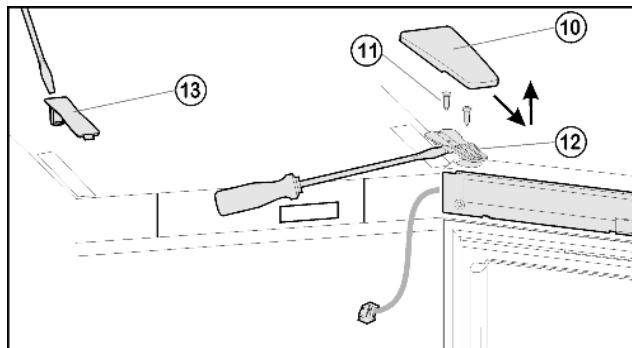
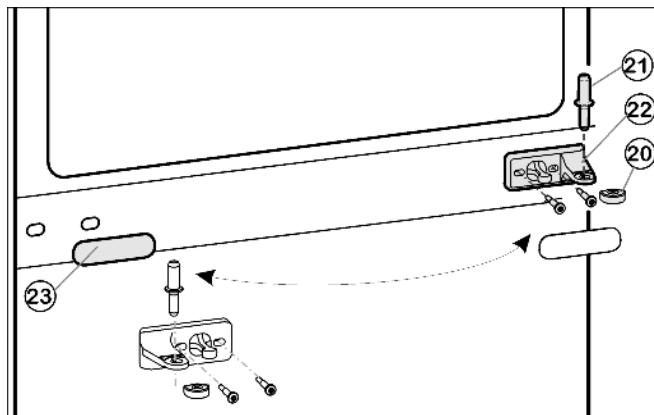
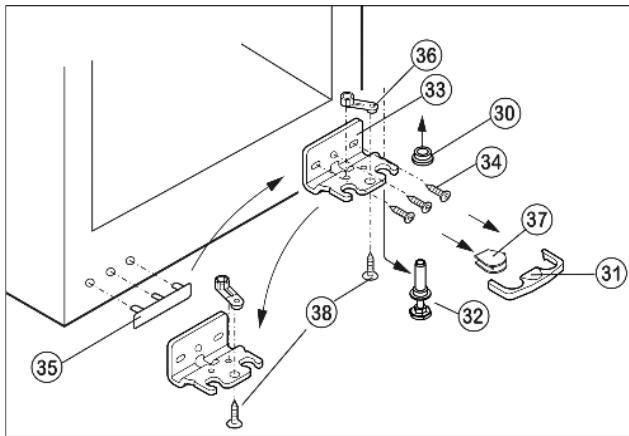

Fig. 5
Fig. 6
Fig. 7
- Крышку Fig. 5 (10) снимите движением вперед и вверх.
- Снимите крышку Fig. 5 (13).
- Полностью выверните винты Fig. 5 (11).
- Снимите дверцу вместе с опорным кронштейном Fig. 5 (12) и кабелем вверх. Для снятия, возможно, понадобится осторожно подцепить опорный кронштейн снизу шлицевой отверткой.
- Извлеките средний опорный палец Fig. 6 (21) из среднего опорного кронштейна Fig. 6 (22) и нижней дверцы.
- Пластмассовый колпачок Fig. 6 (20) снимите.
- Снимите средний опорный кронштейн Fig. 6 (22).
- Осторожно снимите накладку Fig. 6 (23).
- Открутите средний опорный кронштейн Fig. 6 (22) и прикрутите его с поворотом на 180° на новую сторону шарнира.
► Защелкните накладку Fig. 6 (23), повернув на 180 °, на стороне, где теперь будет ручка.
- Предохранитель Fig. 7 (31) снимите движением вперед.
- Снимите крышку Fig. 7 (37).\*
- Полностью вверните регулируемую опору Fig. 7 (32).
- Вытяните опорный палец Fig. 7 (32) вниз и вперед. При этом следите за гнездом шарнира Fig. 7 (30).
- Открутите опорный кронштейн Fig. 7 (33)(3 шт. Torx 25) Fig. 7 (34).
- Открутите опорную деталь Fig. 7 (36)(1 Torx 25) Fig. 7(38) и, переставив в отверстие на противоположной стороне опорного кронштейна, снова прикрутите.
- Осторожно приподнимите и переставьте крышку Fig. 7 (35) со стороны ручки.
- Снова прикрутите опорный кронштейн Fig. 7 (33) на новой стороне шарнира, при необходимости с помощью аккумуляторного шуруповерта.
- Установите крышку Fig. 7 (37) на противоположной стороне.\*
- Предохранитель (31) нужно зафиксировать сбоку на кронштейне, чтобы опорный палец и двери были защищены от выпадения.
- Снова защелкните предохранитель (31) на опорном кронштейне.
- Наденьте гнездо шарнира Fig. 7 (30).
- Установите дверцу сверху на нижний опорный палец Fig. 6 (20).
- Снова наденьте пластмассовый колпачок Fig. 6 (20) на средний опорный кронштейн Fig. 6 (22).
- Вставьте средний опорный палец Fig. 6 (21) через средний опорный кронштейн Fig. 6 (22) в нижнюю дверцу.
- Установите верхнюю дверцу на средний опорный палец Fig. 6 (21), закройте дверцу и установите верхний опорный кронштейн Fig. 5 (12) так, чтобы он защелкнулся в верхней стороне устройства.
- Прикрутите опорный кронштейн Fig. 5 (12). При необходимости просверлите отверстия или используйте аккумуляторную отвертку.
- Защелкните крышку Fig. 5 (10) и крышку Fig. 5 (13).
- При необходимости выровняйте дверцу через два продольных паза в нижнем опорном кронштейне Fig. 7 (33) и среднем опорном кронштейне Fig. 6 (22) параллельно корпусу устройства. Для этого выкрутите средний винт на нижнем опорном кронштейне Fig. 7 (33).